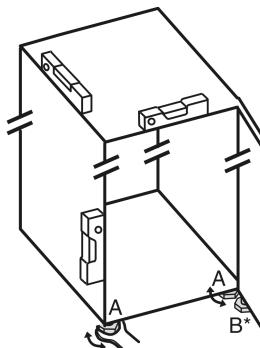

Fig. 4
- Stellfuß Fig. 4 (A) mit beiliegendem Gabelschlüssel und mit Hilfe einer Wasserwaage herausdrehen, bis das Gerät fest und ebenstehend ausgerichtet ist.
- Stellfuß Fig. 4 (B) am Lagerbock mit beiliegendem Gabelschlüssel herausdrehen, bis er auf dem Boden aufliegt.
- Stellfuß Fig. 4 (B) um 90° weiter drehen.